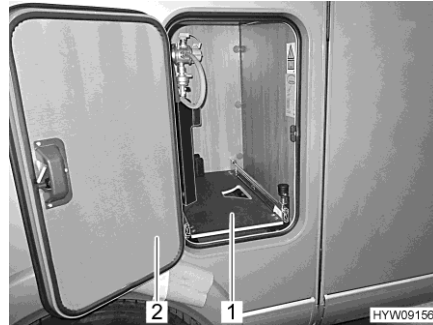

Fig. 89 Dispositivo de extracción de caja para bombonas de gas
- Abrir la trampilla (Fig. 89,2) de la caja para bombonas de gas.
- Extraer el dispositivo de extracción de caja para bombonas de gas (Fig. 89,1) hasta que el pomo vuelva a engatillar. Ahora, el dispositivo de extracción de caja para bombonas de gas estará engatillado en esta posición.